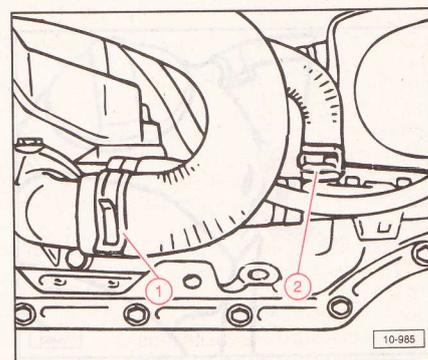

Fig. 4.91
Abrir el tapón del depósito de compensación del líquido de refrigeración. Evacuar el líquido de refrigeración bien mediante los tubos flexibles del líquido de refrigeración (1) y (2) o a través de la brida del regulador del líquido refrigerante (Fig. 4.91).